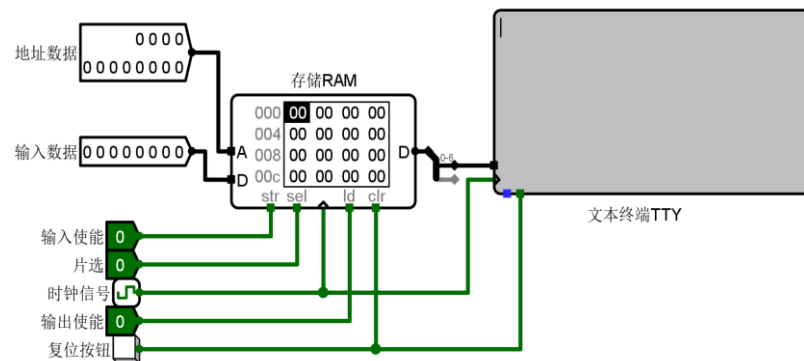

图 2 采用分离加载和存储模式的 8 位数据读取实验图
- (1) 设置数据位宽为 32 位，即可访问空间大小为 16KB；连接必要的输入输出信号并选择合适的控制信号；从 0 地址处开始顺序写入以下两个 32 位的十六进制数据：0x4E4A5543、0x53657200；然后再读出所存储的数据。
- (2) 设置数据位宽为 8 位，即可访问空间大小为 4KB；将输出数据端口连接到如图 2 所示的文本终端 TTY；从 0 地址开始顺序写入以下八个字节的十六进制数据：4E4A554353657200；然后按字节为单位读出并输出到文本终端 TTY，观察显示的内容。